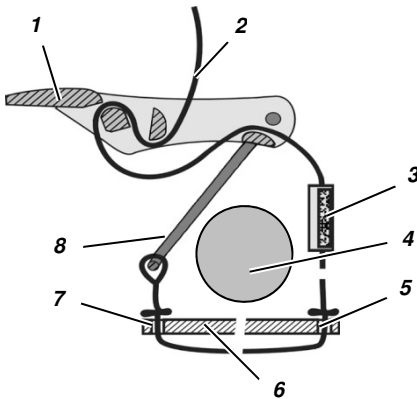

Fig. 43 *Cinta de retención corta*
- (1) Pasar la cinta de retención de botellas (→ Fig. 43) primero a través de la ranura de la placa dorsal (en el lado derecho del soporte del equipo) y, a continuación, a través de la ranura del lado izquierdo de la placa dorsal. Finalmente, pasarla a través de la fijación de la botella y alinear dicha fijación verticalmente.
- (2) Tirar de la cinta de Velcro hasta la cinta de retención de botellas con la parte suave hacia fuera.